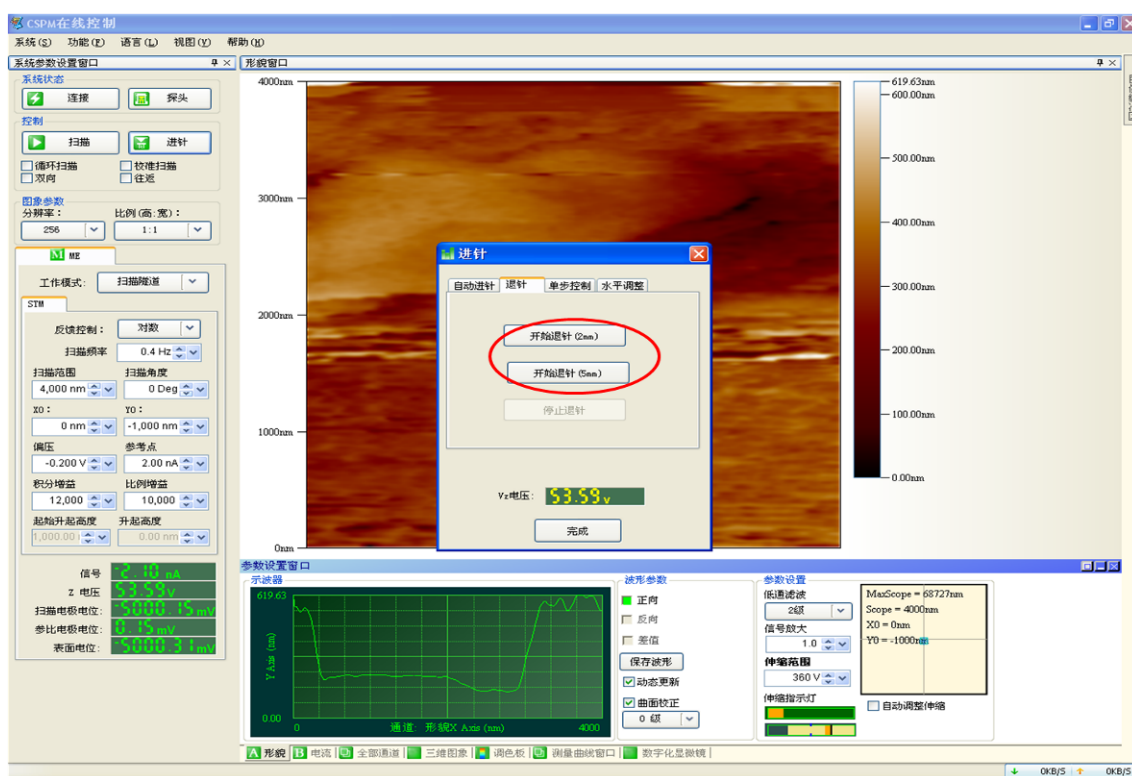

图3-4 退针界面
6) 扫描完毕后, 点击进针键( 进针), 选择退针页面(图3-4), 点击退针(2mm或者5mm);